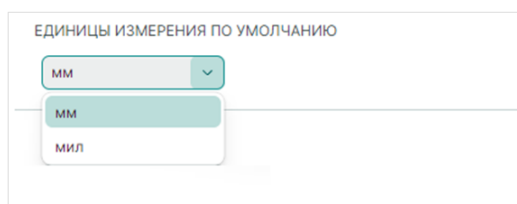

Рис. 87 Выбор единиц измерения
1. Выберите и переключите используемые единицы измерения с помощью выпадающего списка в поле «Единицы измерения по умолчанию», см. Рис. 87.